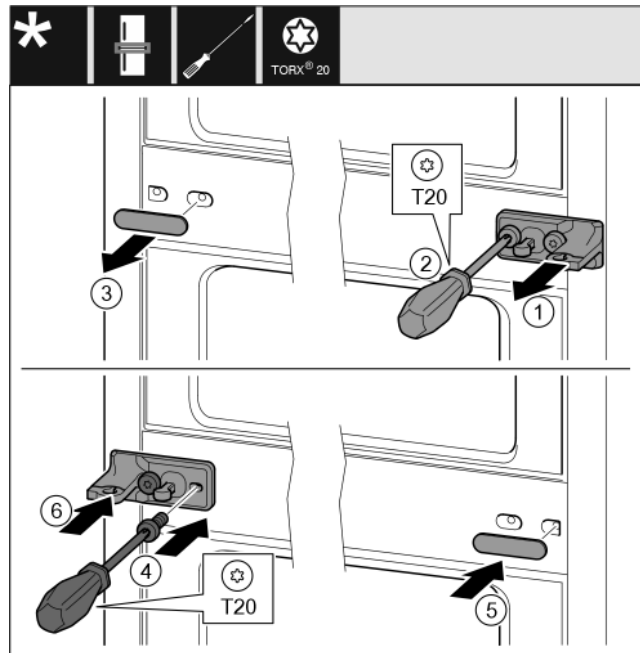

Fig. 11
- ▶ Снимите шайбу. Fig. 11 (1)
- ▶ Выкрутите винты отверткой T20. Fig. 11 (2)
- ▶ Осторожно снимите крышку. Fig. 11 (3)
- ▶ Плотнo прикрутите опорный кронштейн с подкладкой с поворотом на 180° с другой стороны. Fig. 11 (4)
- ▶ Установите крышку с поворотом на 180° с другой стороны. Fig. 11 (5)
- ▶ Надвиньте шайбу спереди. Fig. 11 (6)